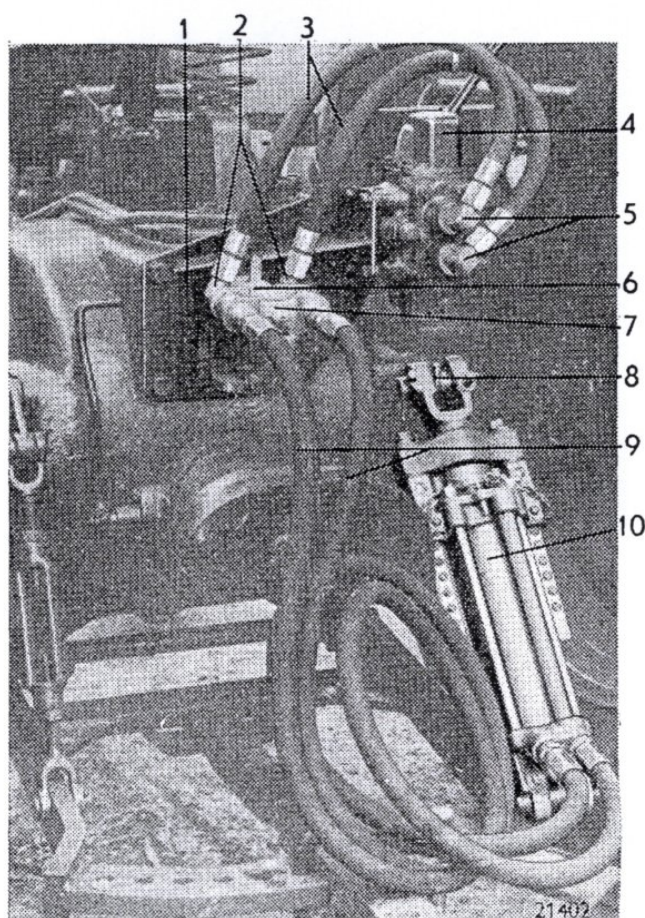

Fig. 69.
Monter la console (1 figure 69) sur le tracteur. Monter la soupape de réglage (4) sur la console. Mettre un peu de produit d'étanchéité sur la partie conique des raccords (2 et 5) et serrer ces raccords sur la soupape de réglage respectivement sur le raccord rapide (6). Monter le raccord rapide sur la fixation avec vis et ressort (voir figure 73). Mettre une rondelle plate à chaque extrémité du ressort et une sous l'écrou. Arrêter l'écrou à l'aide d'une goupille fendue. Raccorder les tuyaux entre le raccord rapide et la soupape de réglage comme le montre la figure 69.
Raccorder les tuyaux les plus longs (9 figure 69) au cylindre (10) et à la partie mobile du raccord rapide (7). Raccorder le cylindre de manoeuvre au système hydraulique en appuyant ensemble le raccord rapide. Pour le déssassemblage du raccord rapide, il suffit de pousser le cran d'arrêt vers l'arrière. Si il y a de la pression dans les tuyaux, il peut être nécessaire de d'abord devoir appuyer ensemble le raccord avec un tournevis ou quelque chose de semblable (figure 72).
Le jeu est aussi accompagné d'une fixation qui est équipée avec un crochet soudé (8 figure 69). Cette fixation doit être montée à la place de la fixation de la vis de réglage droite de la barre de traction. Le cylindre est accroché à ce crochet lors du transport.